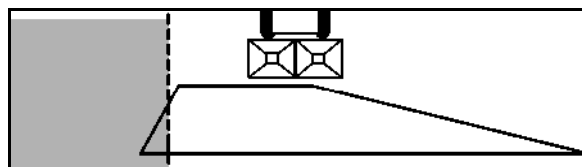

Fig. 62
3. Dispersión en borde (Fig. 62):